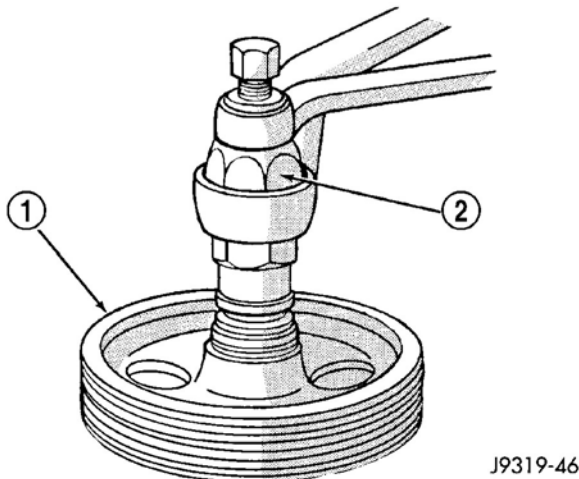

图 15 皮带轮的安装
- （1）用安装器 C-4063 安装皮带轮（图 15）。不要使用工具适配器。